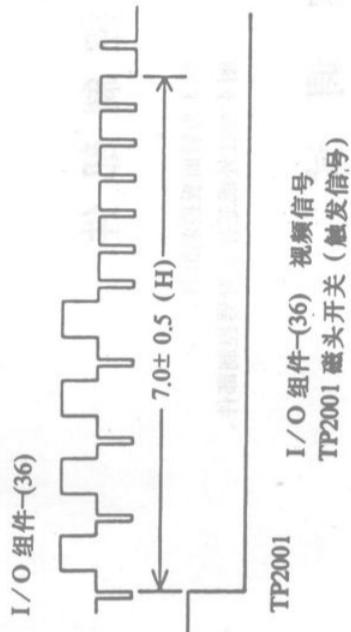

图 5
③放校正用磁带(VFJ8125H3F);
④调节VR2001, 使相位移为 $7.0 \pm 0.5\text{Hz}$, 如图5所示。